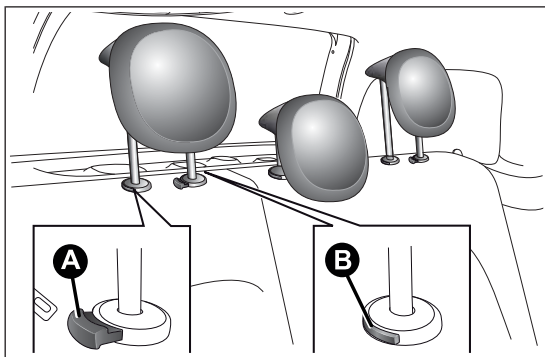

fig. 18
Regolazione verso il basso: premere il tasto A fig. 18 ed abbassare l'appoggiatesta.
- premere i tasti A e B fig. 18 a lato dei due sostegni, quindi rimuovere gli appoggiatesta sfilandoli verso l'alto.